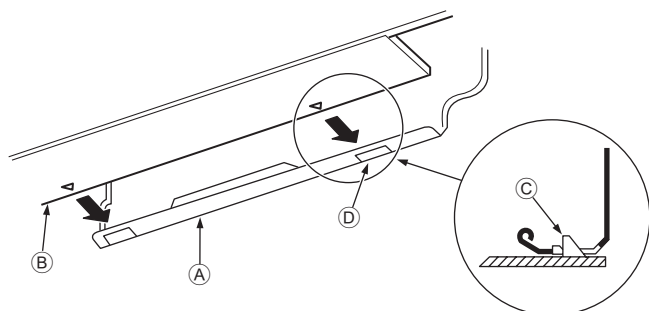

Fig. 3-10
- Lors de l'insertion du tuyau de réfrigérant et le tuyau d'écoulement dans l'orifice mural d'insertion (manchette de pénétration), accrocher la partie supérieure de l'appareil intérieur sur la planche d'installation ①.
- Fixer en poussant la partie inférieure de l'appareil intérieur sur la planche d'installation ①. (Fig. 3-10)